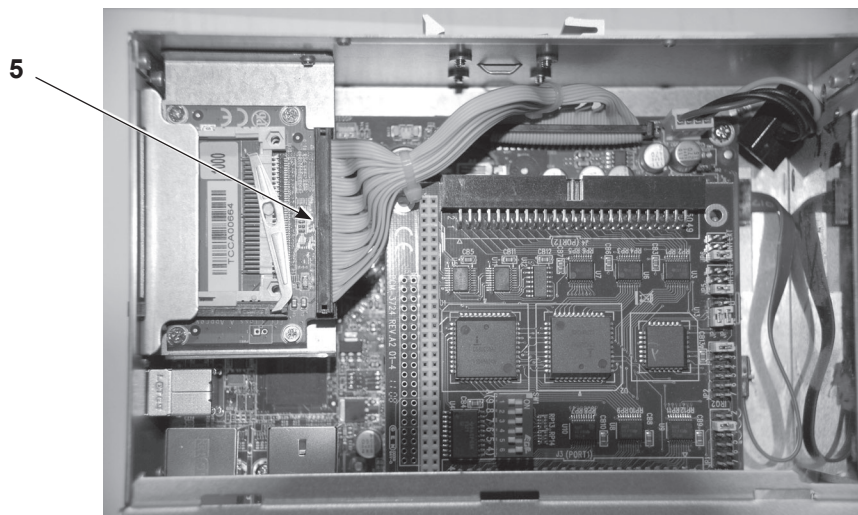

Рис. 5-8 Отсоединение адаптера CompactFlash
4. См. рис. 5-8. Отсоединить ленточный кабель (5) от адаптера CompactFlash, чтобы открыть доступ к батарейке.